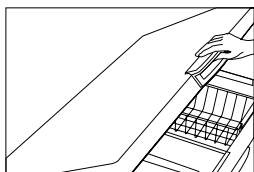

Рисунок 1
3. Откройте дверцу морозильного ларя и подождите при открытой дверце пока лед растает. (рис. 1)